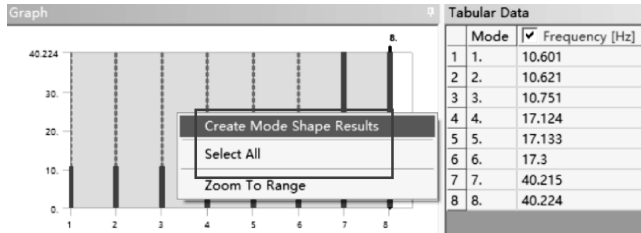
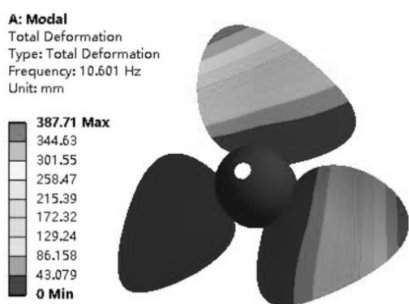
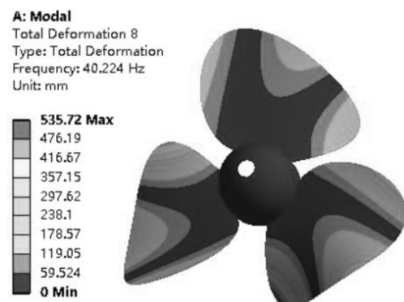

图 4-7 创建模态结果
图 4-8 1 阶模态变形结果
图 4-15 8 阶模态变形结果
(1) 在 Mechanical 标准工具栏中单击  Solve 进行求解运算。
(2) 运算结束后，单击【Solution (A6)】可以查看图形区域显示模态分析得到的风扇叶片变形分布云图。在图形区域显示下方的【Graph】的频率图空白处单击右键，从弹出的菜单中选择【Select All】，再次单击右键，然后选择【Create Mode Shape Results】创建其他模态阶数的变形云图，如图 4-7 所示；接着在导航树上选择创建的变形结果，单击右键选择  Evaluate All Results，最后可以查看所有模态阶数的风扇叶片变形云图，如图 4-8 ~ 图 4-15 所示。也可激活动画显示风扇叶片的振动过程。振动过程有助于理解结构的振动，但变形值并不代表真实的位移。